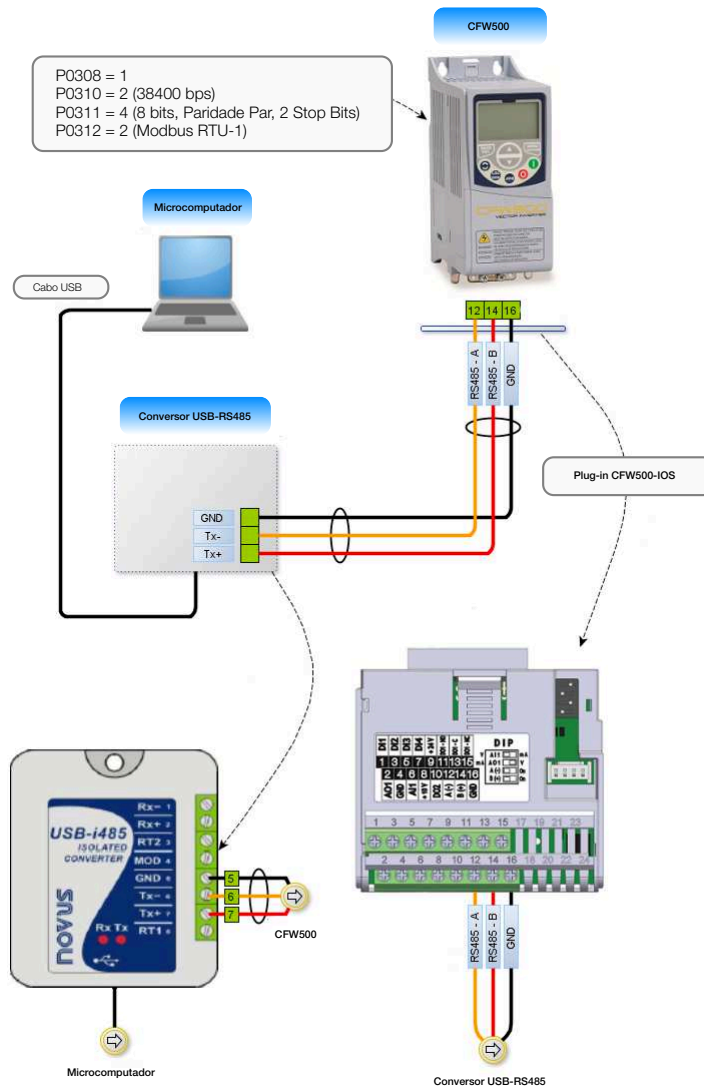

Figura 2.2: Interface disponível para o CFW500
A atualização do inversor de frequência CFW500, pode ser realizada por qualquer plug-in apenas através da interface serial 1, juntamente com um conversor da Interface USB-RS485, utilizando o protocolo ModBus. O inversor deve ser parametrizado e as conexões realizadas conforme demonstrada na Figura 2.2 na página 2-2.
O conversor USB-RS485 não precisa ser necessariamente o modelo apresentado na Figura 2.2 na página 2-2. Pode-se utilizar qualquer conversor de qualquer fabricante. No entanto, recomenda-se a utilização do conversor interface USB-RS485 da fabricante Novus (item 11511558).
Caso a IHM remota esteja conectada ao produto, a mesma deve ser desconectada para realizar a conexão demonstrada na Figura 2.2 na página 2-2
Este capítulo apresenta os procedimentos para a atualização de firmware pelo usuário. Com o setup instalado, conforme a Figura 2.2 na página 2-2, realizar os procedimentos descritos abaixo.
O setup de configuração da interface indicado na Figura 2.2 na página 2-2, deve estar de acordo com os parâmetros P0308, P0310, P0311 e P0312 ajustados no dispositivo. Clique em "Testar" e após a identificação (Dispositivo online), clique em "Próximo".